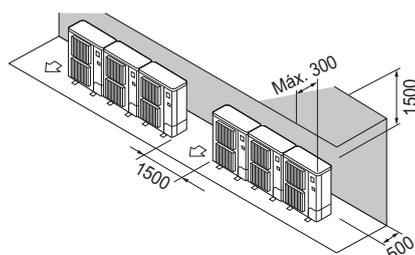

Fig. 3-12
② Obstáculos apenas na parte de trás e por cima (Fig. 3-12)